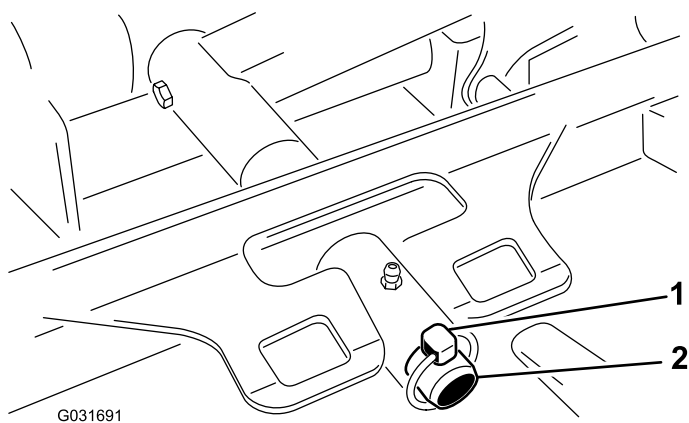

Рисунок 62
3. Извлеките шплинт, который крепит несущую раму деки к оси поворота подъемного рычага (Рисунок 62).
3. Наденьте несущую раму деки на ось поворота подъемного рычага и закрепите ее при помощи шплинта и (Рисунок 62).